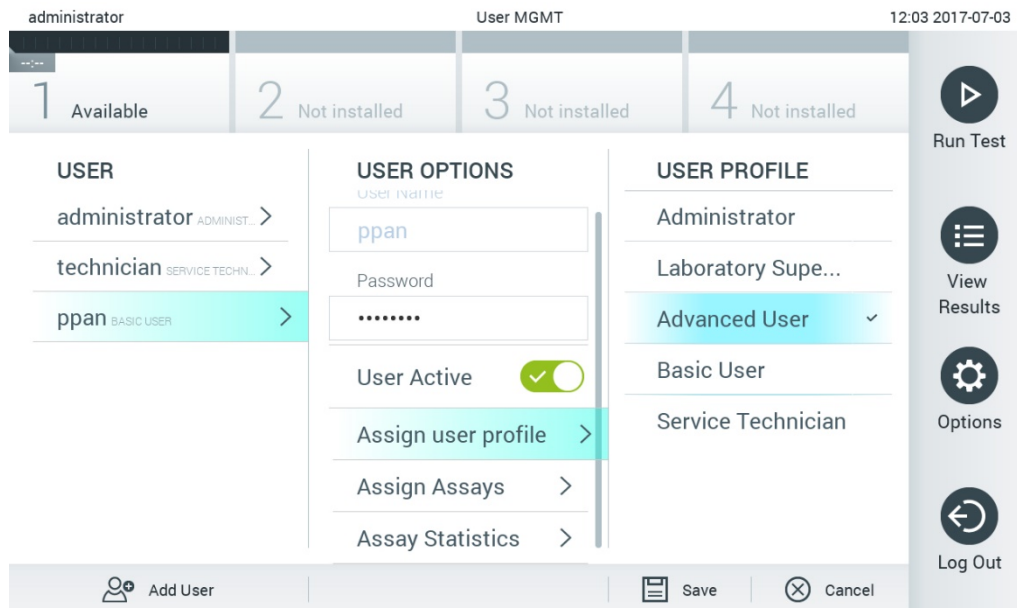

Figura 54. Alocarea profilurilor de utilizator utilizatorilor.
- **Assign User Profile** (Alocare profil de utilizator): Permite alocarea unui alt profil de utilizator utilizatorului respectiv (de exemplu, Administrator, Laboratory Supervisor (Supraveghetor de laborator), Advanced User (Utilizator avansat), Basic User (Utilizator de bază)). Selectați profilul de utilizator corespunzător din lista din dreapta a zonei de conținut (Figura 54).